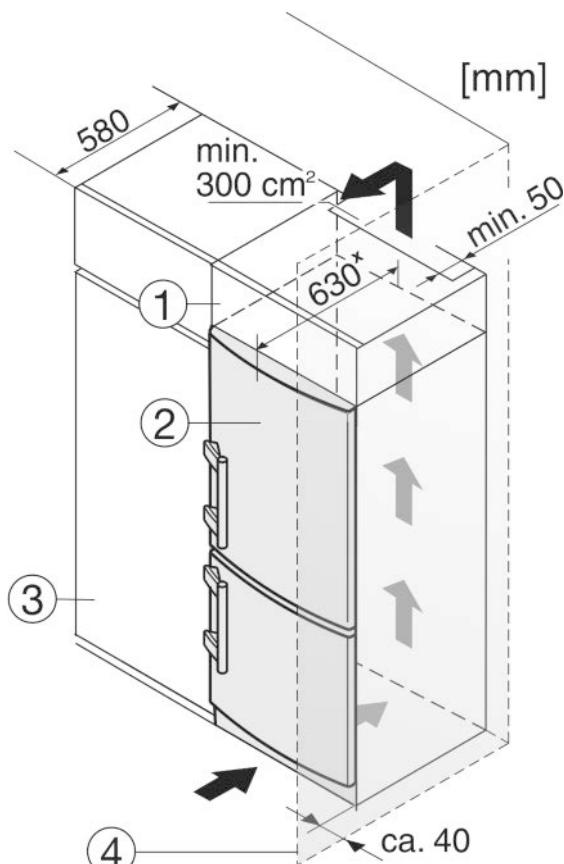

Fig. 26
(1) Дополнительный шкафчик
(2) Устройство
(3) Кухонный шкаф
(4) Стенка
Устройство может быть окружено кухонными шкафами. Чтобы уравнять устройство Fig. 26 (2) по высоте с кухонной стенкой, можно установить над устройством дополнительный шкафчик Fig. 26 (1).
При комбинировании с кухонными шкафами (глубина макс. 580 мм) устройство можно установить непосредственно рядом с кухонным шкафом Fig. 26 (3). Устройство выступает сбоку на 34 мм^x и по центру на 50 мм^x относительно передней стенки кухонного шкафа.
Если устройство установлено на шарнирах у стены Fig. 26 (4), то расстояние между устройством и стеной должно быть не менее 40 мм. Настолько выступает ручка при открытой дверце.